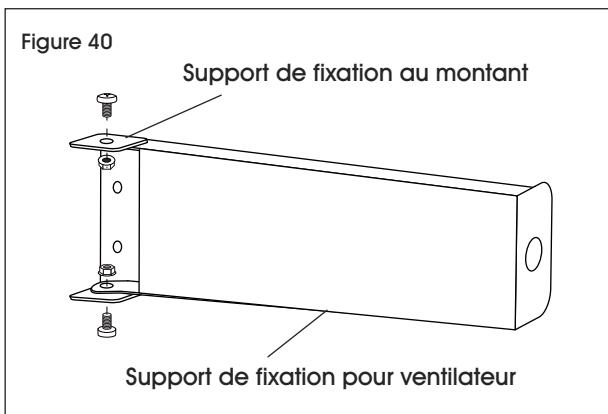

Figure 40
- Emboîtez le support de fixation pour ventilateur de 6 po ou de 10 po dans l'ouverture du support de fixation au montant. Alignez les trous des supports et fixez-les à l'aide de deux boulons hexagonaux M6 x 12 mm et deux écrous à embase M6. (Voir Figure 40)